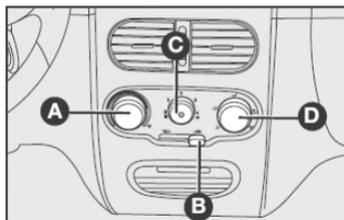

fig. 67
### CONTROLES - fig. 67
- 1) Control para la temperatura del aire A-fig. 67: sector rojo para aire caliente y sector azul para aire frío.
- 2) Control del ventilador C-fig. 67: indicador en la velocidad deseada.
- 3) Control para la distribución del aire D-fig. 67: indicador en posición  para calentar los pies y, al mismo tiempo, desempañar el parabrisas.
- 4) Palanca de recirculación B-fig. 67: para obtener una calefacción más rápida, ponga la palanca de recirculación del aire en la posición  que equivale solamente a la recirculación del aire interior.
- 1) Control para la temperatura del aire A-fig. 67: indicador en el sector rojo (completamente hacia la derecha).
- 2) Palanca del ventilador C-fig. 67: indicador en la velocidad máxima.
- 3) Control para la distribución del aire D-fig. 67: indicador situado en posición .
- 2) Control para la temperatura del aire A-fig. 67: indicador en el sector azul.
- 3) Palanca del ventilador C-fig. 67: indicador en la velocidad deseada.
- 4) Control para la distribución del aire D-fig. 67: indicador en .
- 5) Palanca para la recirculación del aire B-fig. 67: en posición , equivalente a la entrada de aire desde el exterior.